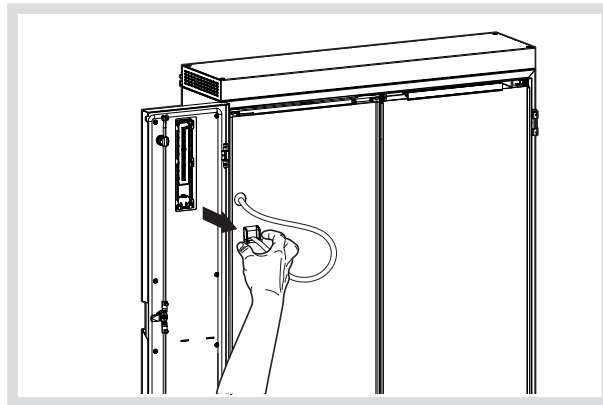

Bild 9: Stecker der LED-Statusanzeige abziehen
- Dazu vor der Demontage der linken Tür den Stecker an der LED-Statusanzeige abziehen (Bild 9).